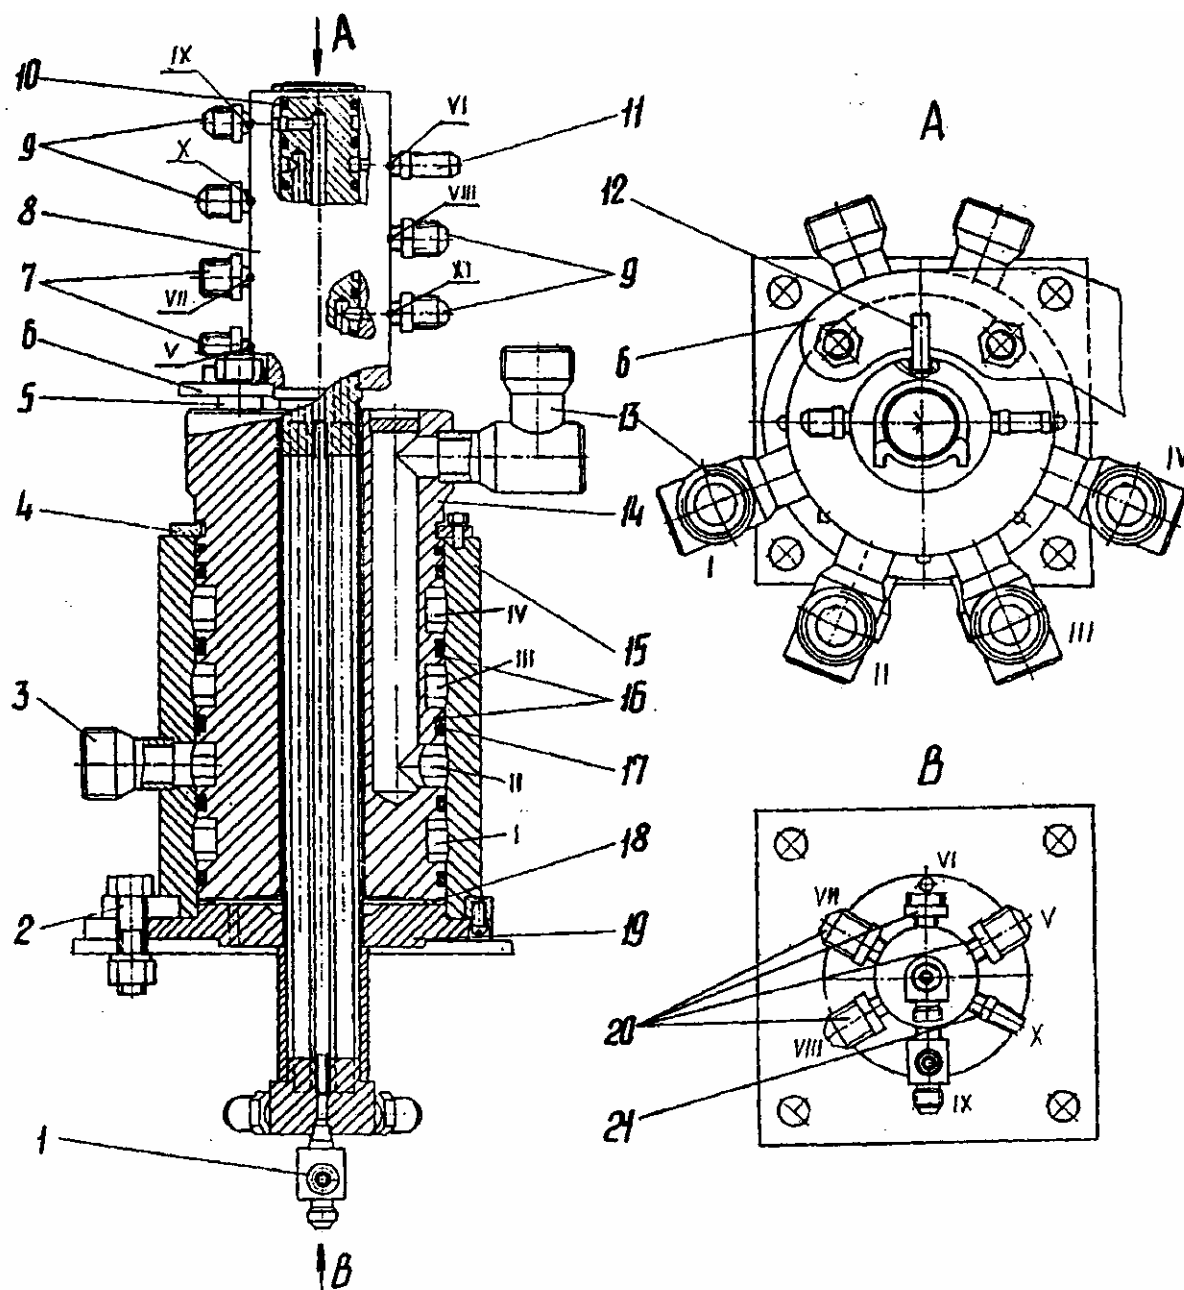

Рис. 47 Центральный коллектор
12. ЦЕНТРАЛЬНЫЙ КОЛЛЕКТОР (рис. 47)